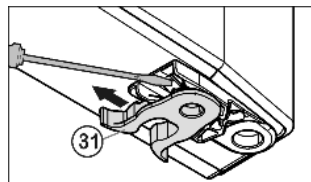

Fig. 10
- ▶ переставити Fig. 10 (31) пружинний затискач: Натиснути язичок заціпки вниз, зняти з нього пружинний затискач.